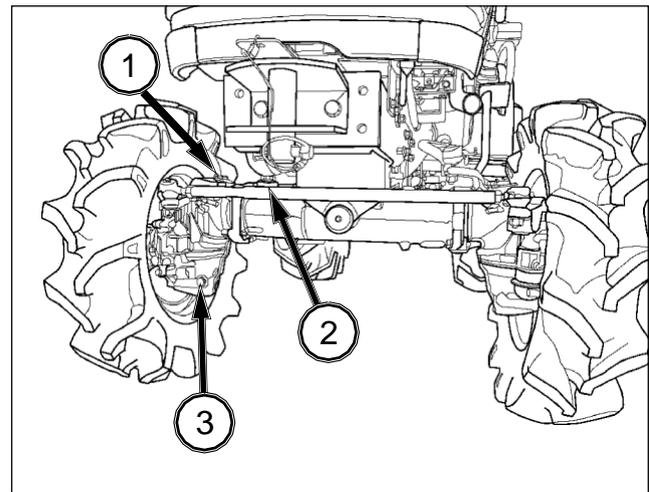

FIG. 97
FIG. 97: Para comprobar el nivel de aceite - Estacione el tractor sobre un terreno llano y retire el tapón del nivel del aceite (1). El nivel de aceite debe alcanzar el nivel del orificio de dicho tapón o situarse ligeramente por debajo de este. Retire el tapón de llenado (2) y añada aceite hasta que salga por el orificio del tapón del nivel de aceite. Coloque de nuevo el tapón de nivel y el tapón de llenado.